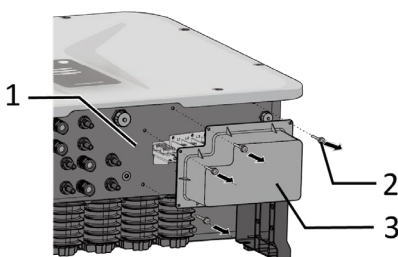

Abb. 14. Entfernen Sie die AC/COM-Kunststoffabdeckung
1. Entfernen Sie die AC/COM-Kunststoffabdeckung vom Wechselrichter – bewahren Sie die Schrauben sicher auf (siehe Abb. 14). [~~X~~W4  1,6 Nm].